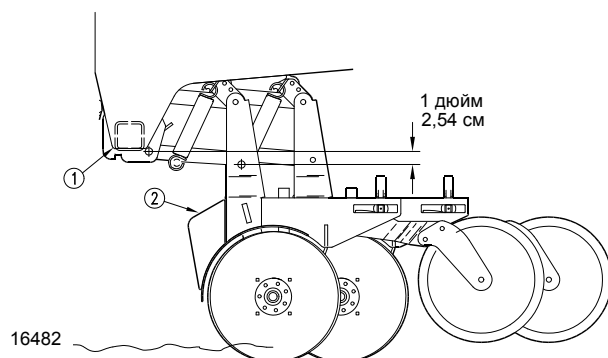

Рисунок 1 - 12
3. См. Рисунок 1 - 4. Установите насадку для стандартных удерживающих креплений при помощи 5/8-дюймового (1,6 см) болта с шестигранной головкой (8), шайбы (9) и гайки (10), которые были сняты в соответствии с пунктом 2.